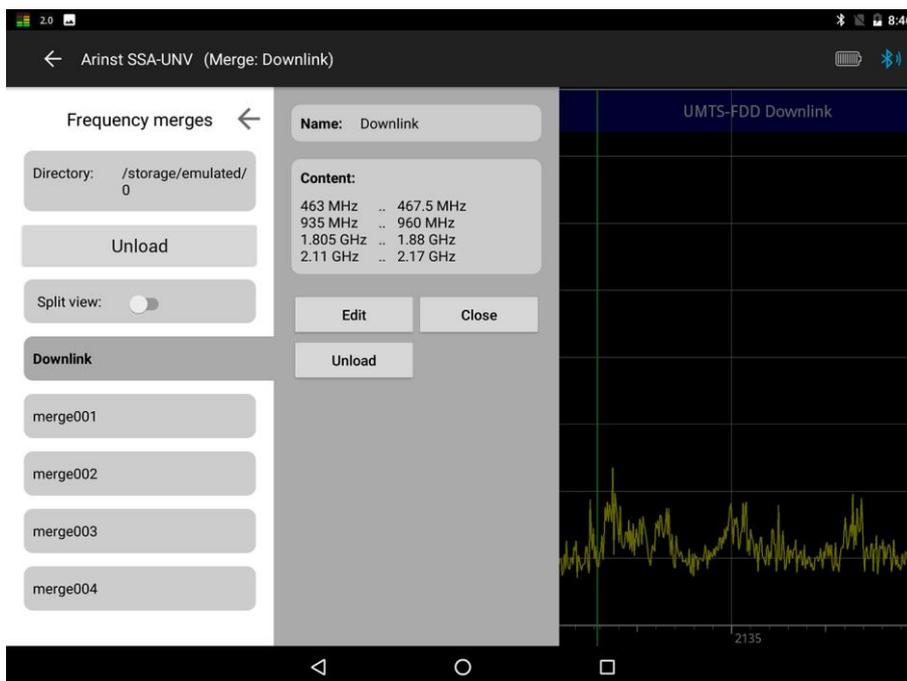

Рисунок 85 – Выход из режима отображения нескольких диапазонов частот
9.5.7. Для выхода из режима отображения списка диапазонов, проведите пальцем слева направо от края экрана планшета/смартфона и в открывшемся меню **Frequency merges** в активной вкладке списка диапазонов нажмите **Unload**, рисунок 85.
9.5.8. Для отображения каждого диапазона в отдельном окне, включите опцию **Split view** (Рисунок 85). Экран вашего планшета/смартфона будет разбит на отдельные графики частотных диапазонов, как на рисунке 86.